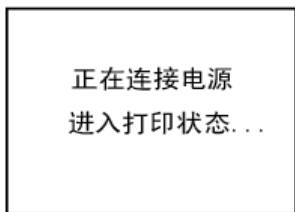

图 2.14
- 选择“打印输出”按【确定】键进入构件显示信息，见图 2.14。